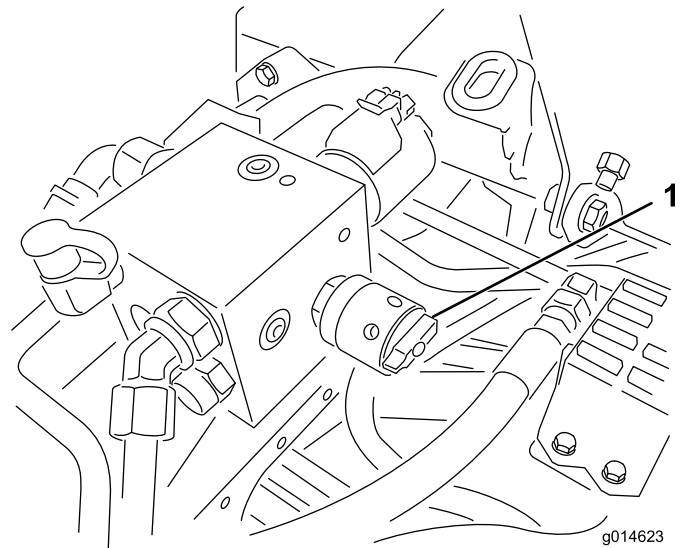

Bild 54
6. Drehen Sie den Spindeldrehzahlregler auf 1 (Bild 54).